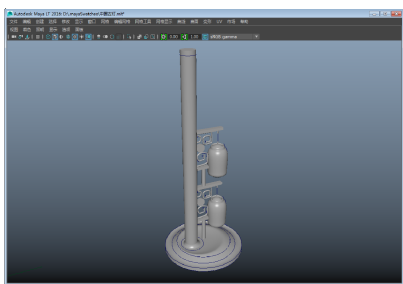

图 3-142 调整位置
- 2 在视图中选择组，按快捷键 Ctrl+D 复制一个副本，并在各个视图中调整它的位置，并使其与灯杆对齐，如图 3-142 所示。